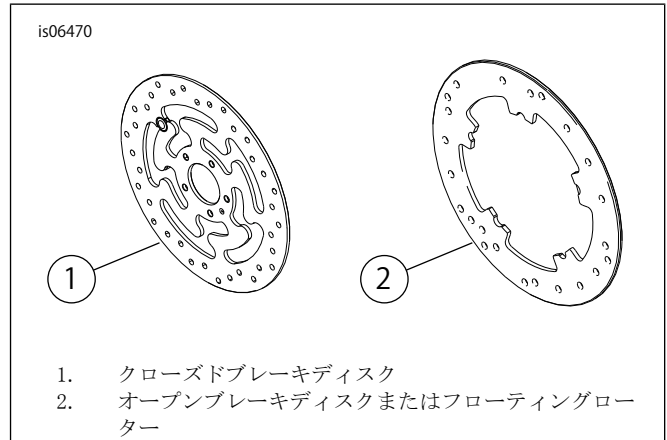

図1。フロントブレーキディスクスタイル
- ・ ブレーキディスクスクリュー(図1を参照してください。および「表1」を参照)